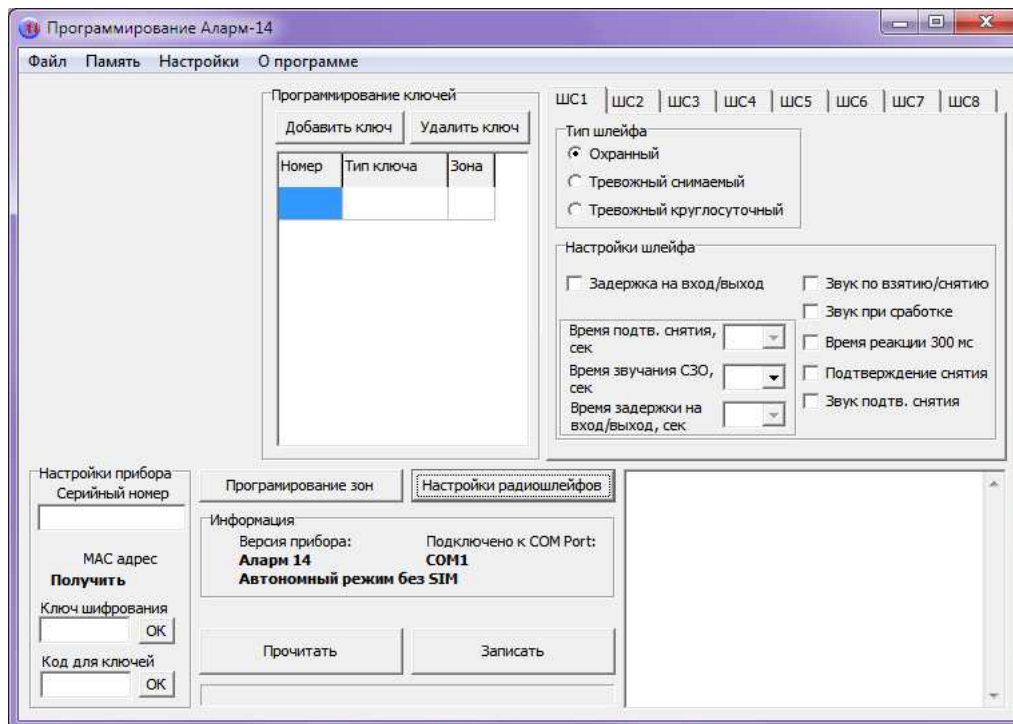

Рисунок 21
5.2 На экране ПЭВМ появится основное окно «Программирование Аларм-14» (рисунок 21).